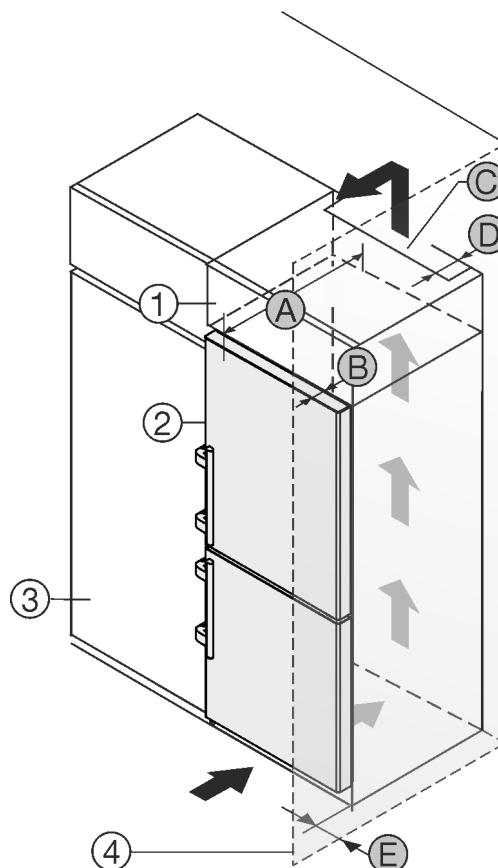

Fig. 2
Urządzenie można ustawić bezpośrednio obok szafki kuchennej Fig. 2 (3)*
Na tylnej ścianie szafki nasadzonej wymagany jest wywiewny kanał wentylacyjny o głębokości Fig. 2 (D) na całej szerokości szafki.*
Pod sufitem pomieszczenia należy zachować przekrój wentylacyjny Fig. 2 (C)*
Jeżeli urządzenie będzie ustawiane z zawiasami do ściany Fig. 2 (4), to pomiędzy urządzeniem i ścianą należy zachować minimalny odstęp, wynoszący 57 mm. Na taką odległość wystaje klamka przy otwartych drzwiach.*
By móc całkowicie otworzyć drzwi, urządzenie musi wystawać przynajmniej o głębokość drzwi Fig. 2 (B) za front szafki kuchennej. W zależności od głębokości szafek kuchennych Fig. 2 (3) oraz od zastosowania elementów dystansowych urządzenie może wystawać jeszcze bardziej.*